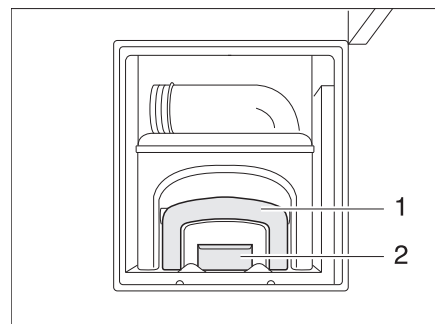

Bild 271 Zugang Fäkalientank, geöffnet
- Entriegelung (Bild 271,2) betätigen und Fäkalientank (Kassette) am Griff (Bild 271,1) herausziehen.